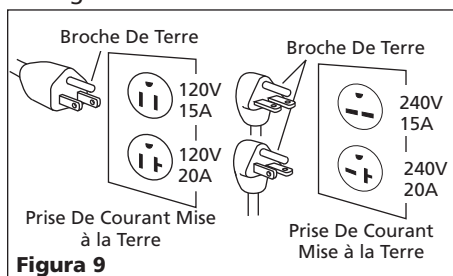

Figure 9
1. Ce produit doit être mis à la terre. Lors d'un court-circuit, la mise à la terre diminue le risque de secousse électrique en fournissant un fil d'échappement pour le courant électrique. Le modèle est équipé d'un cordon avec une broche de terre qui correspond aux types de prises de courant indiquées sur la Figure 9. Si la fiche ne correspond pas dans la prise de courant désirée, la faire remplacer par un électricien qualifié terre correctement en respectant tous les codes et règlements locaux.
1. Si la fiche sur le cordon d'alimentation du modèle vous paraît étrange ou si la fiche ne correspond pas à votre prise de courant, se référer à la Figure 9 pour une explication des différentes fiches et des tensions que vous pouvez utiliser avec ces fiches.